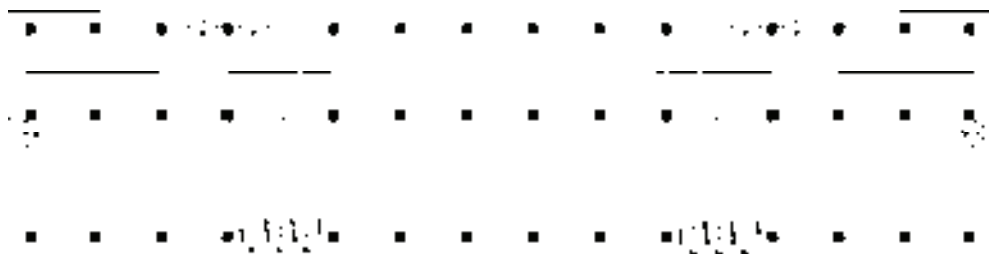

图 15-19 移动并复制门图形
9) 调用“复制”命令，移动并复制 M2 图形，如图 15-19 所示。